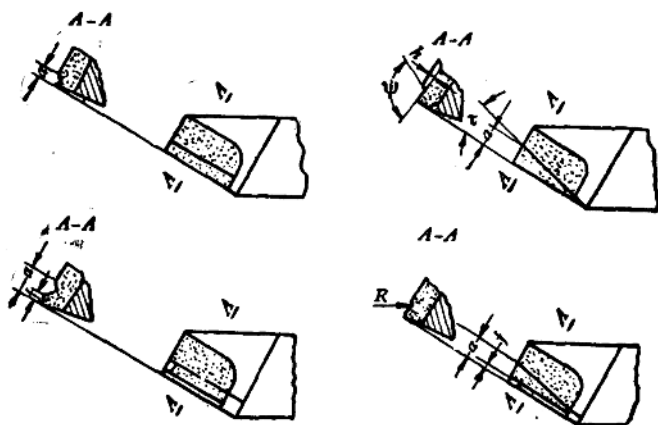

图8 断屑阶台的形状。
2) 在车刀前面上磨出阶台——利用这种阶台来阻碍切屑的自由排出，因而使它碎断。阶台是用金刚石砂轮或碳化硅砂轮磨出来的，如果有电火花磨刀设备，那最好用它来磨制。现在举几种阶台的形状，给大家参考，如图 8。